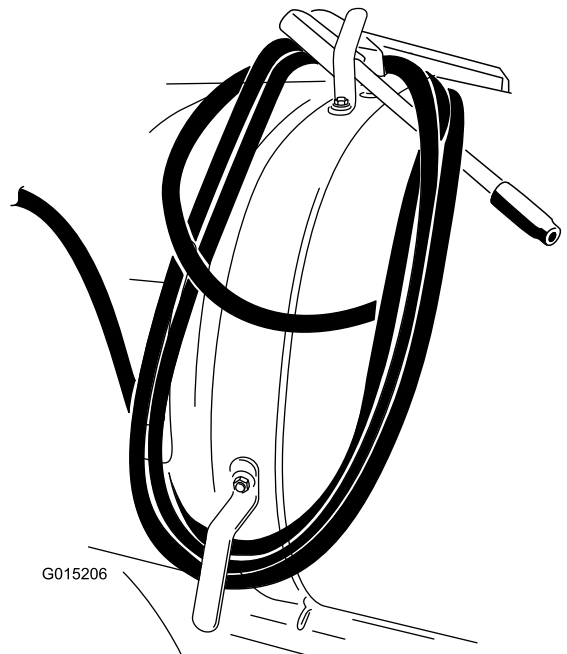

図 12
3. 図 12 のようにホースをフックに巻きつけ、ガンを固定する。